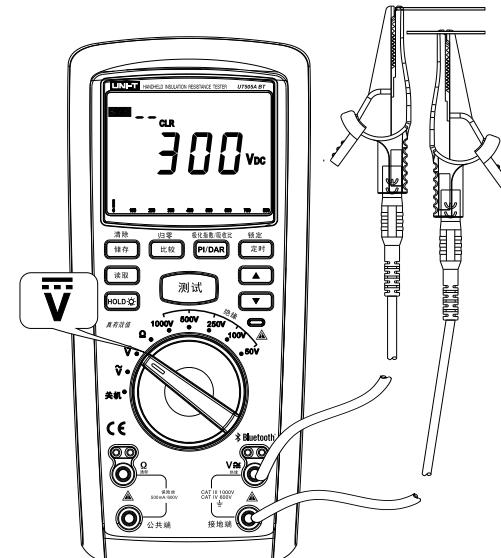

图5
2、直流电压测量（见图5）
- ① 将红色表笔插入“V⎓”插孔（红色孔），黑色表笔插入“接地端”插孔（黑色孔）。
- ② 将转盘开关旋转置“V⎓”档位，并将表笔并联到待测电源或者负载两端上。
- ③ 从显示屏上即可读出当前的直流电压测量值。
- ④ 在测量过程中如果想保存测量电压值只需按下“储存”按钮即可保存。